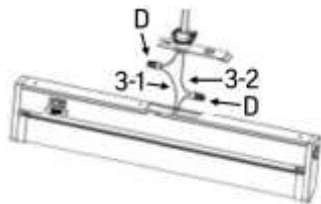

fig. 3
8. Remplacez solidement le capuchon de connexion sur chaque extrémité (fig. 3).